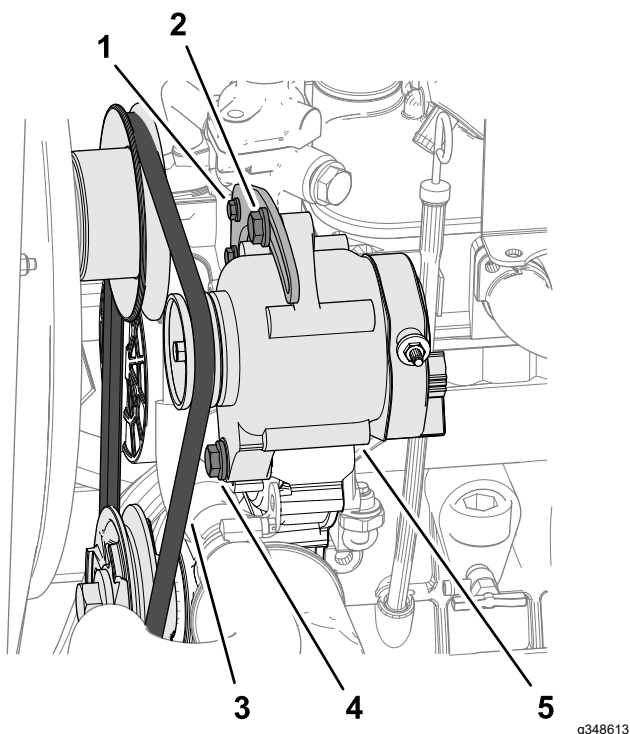

Figure 83
4. Exercez une force de 10 kg sur la courroie d'alternateur (Figure 83) à mi-chemin entre les poulies.
- Si la courroie présente une flèche de moins de 10 mm, desserrez le boulon de pivot de l'alternateur et le boulon de tension (Figure 83), et réduisez la tension de la courroie.
- Si la courroie présente une flèche de plus de 10 mm, desserrez le boulon de pivot de l'alternateur et le boulon de tension (Figure 83), et augmentez la tension de la courroie.
**Remarque:** Au besoin, desserrez le boulon du support de tension (Figure 83).
6. Serrez les boulons (Figure 83).